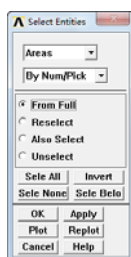
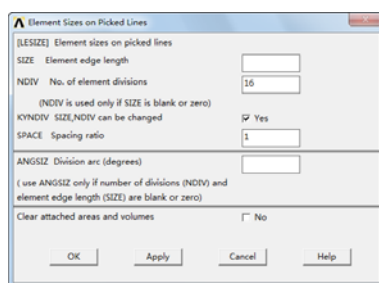

图 11-27 “Select Entities”对话框
图 11-29 “Element Sizes on Picked Lines”对话框
③依次选择 Utility Menu→Select→Entities，会弹出“Select Entities”对话框。在第一个下拉框中选择“Areas”，在第二个下拉框中选择“By Num/Pick”，在第三个单选框中选择“From Full”，如图 11-27 所示，单击“OK”按钮，会弹出“Select Entities”对话框，选择面 A1，单击“OK”按钮关闭对话框。
④依次选择 Main Menu→Preprocessor→Meshing→Mesh Attributes→Picked Areas，会
⑥单击“OK”按钮会弹出“Element Sizes on Picked Lines”对话框，如图 11-29 所示，在“NDIV No. of element divisions”输入框输入 16，在“SPACE Spacing ratio”输入框输入 1，单击“OK”按钮关闭该对话框。
⑦依次选择 Main Menu→Preprocessor→Meshing→Size Cntrls→ManualSize→Lines→Picked Lines，会弹出“Element Size on Picked Lines”对话框，用鼠标选择线段 L2 和 L4。
⑧单击“OK”按钮会弹出“Element Sizes on Picked Lines”对话框，如图 11-29 所示，在“NDIV No. of element divisions”输入框输入 1，在“SPACE Spacing ratio”输入框输入 1，单击“OK”按钮关闭该对话框。
⑨依次选择 Main Menu→Preprocessor→Meshing→Mesh→Areas→Mapped→3 or 4 sided，会弹出“Mesh Areas”对话框，单击“Pick All”按钮划分网格并关闭该对话框。
⑩依次选择 Utility Menu→Select→Everything，依次选择 Utility Menu→Plot→Areas。
⑪依次选择 Utility Menu→Select→Entities, 会弹出“Select Entities”对话框。在第一个下拉框中选择“Areas”, 在第二个下拉框中选择“By Num/Pick”, 在第三个单选框中选择“From Full”, 如图 11-27 所示, 单击“OK”按钮, 会弹出“Select Lines”对话框, 选择面 A2, 单击“OK”按钮关闭对话框。
⑭单击“OK”按钮会弹出“Element Sizes on Picked Lines”对话框, 如图 11-29 所示, 在“NDIV No. of element divisions”输入框输入 16, 在“SPACE Spacing ratio”输入框输入 1, 单击“OK”按钮关闭该对话框。
⑮依次选择 Main Menu→Preprocessor→Meshing→Size Cntrls→ManualSize→Lines→Picked Lines, 会弹出“Element Size on Picked Lines”对话框, 用鼠标选择线段 L6 和 L8。
⑯单击“OK”按钮会弹出“Element Sizes on Picked Lines”对话框, 如图 11-29 所示, 在“NDIV No. of element divisions”输入框输入 5, 单击“OK”按钮关闭该对话框。